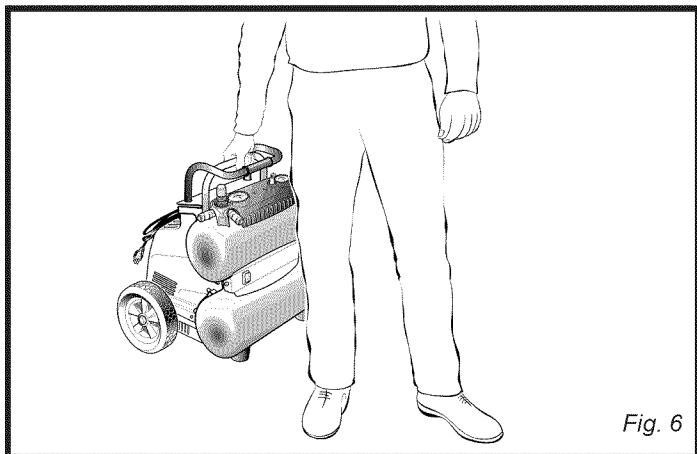

Fig. 6
See figure 6.
- Para levantar la unidad utilizar solamente el asa para transporte roja (consulte la fig. 6).